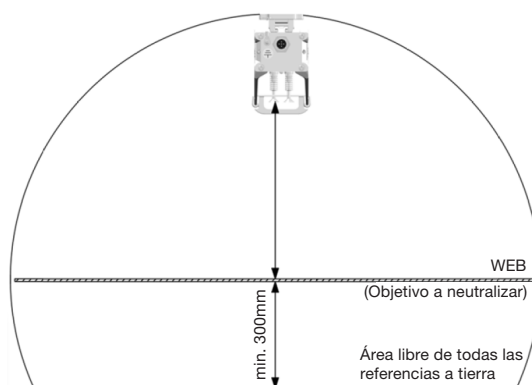

Figura 1
- Para obtener resultados óptimos, la barra antiestática debe instalarse como se muestra en la Figura 1